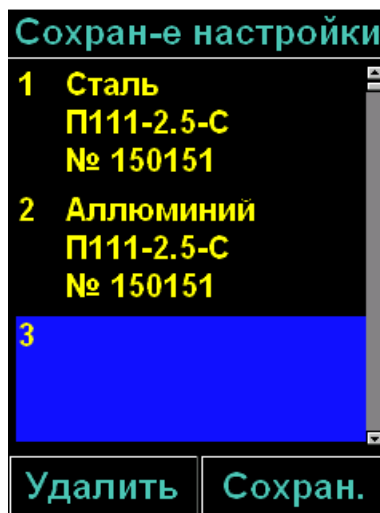

Рисунок 10 –
4.6.3 Для сохранения настройки необходимо выбрать пункт «Сохранить». После этого появляется окно выбора индекса настройки (рисунок 10).